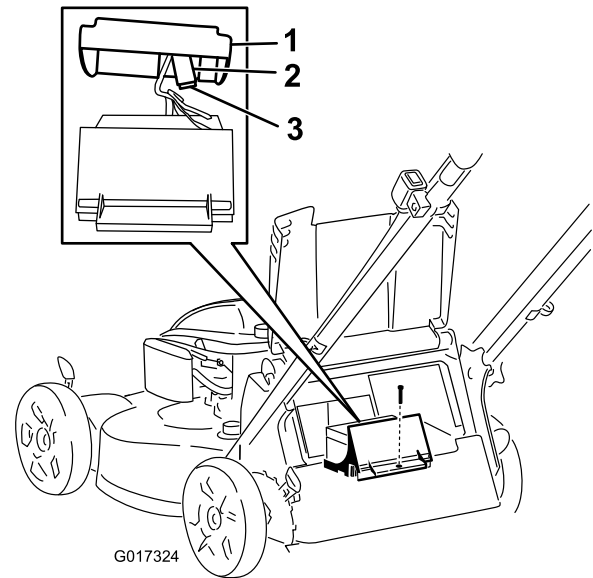

Figura 25
3. Retire el tornillo que sujeta el compartimento de la batería, tire de la batería hacia fuera y localice el fusible (Figura 25).
4. Cambie el fusible del portafusibles (Figura 25).